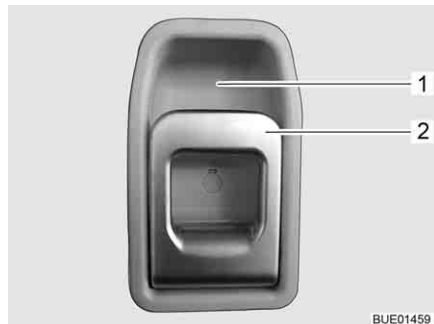

Fig. 44 Serratura della porta di ingresso, lato interno
- Apertura:* ■ Tirare la maniglia (Fig. 44,2). La serratura della porta si sblocca.
- Bloccaggio:* ■ Premere la maniglia (Fig. 44,2) in alto verso l'impugnatura (Fig. 44,1).